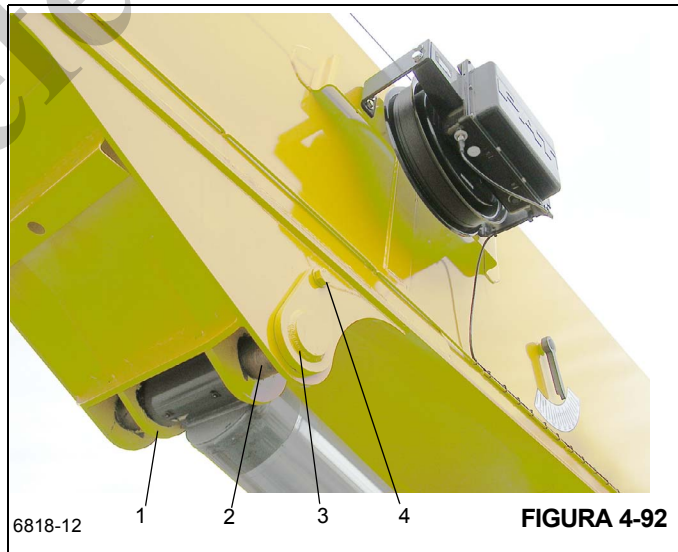

FIGURA 4-92
10. Ative o sistema hidráulico e estenda a haste do cilindro de elevação o suficiente para deslizar para dentro da caixa de elevação (Figura 4-92, 1).
11. Insira o eixo do cilindro de elevação superior (Figura 4-92, 2).
12. Instale o conjunto soldado do eixo superior (Figura 4-92, 3), o parafuso (Figura 4-92, 4) e a arruela na lateral da caixa de elevação (Figura 4-92, 1), fixando o eixo do cilindro de elevação superior (Figura 4-92, 2) na lança.